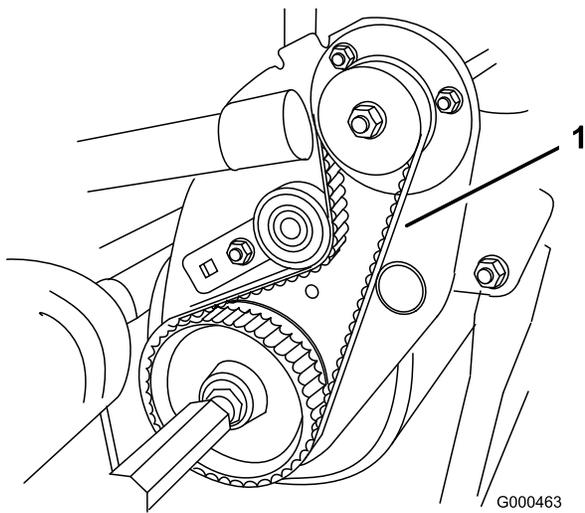

Figure 45
2. Contrôlez la tension de la courroie en exerçant une force de $1,8 \pm 0,5$ kg à mi-distance entre les poulies (Figure 45). La courroie doit présenter une flèche de 4,8 à 7,9 mm. Si ce n'est pas le cas, passez à l'étape suivante.